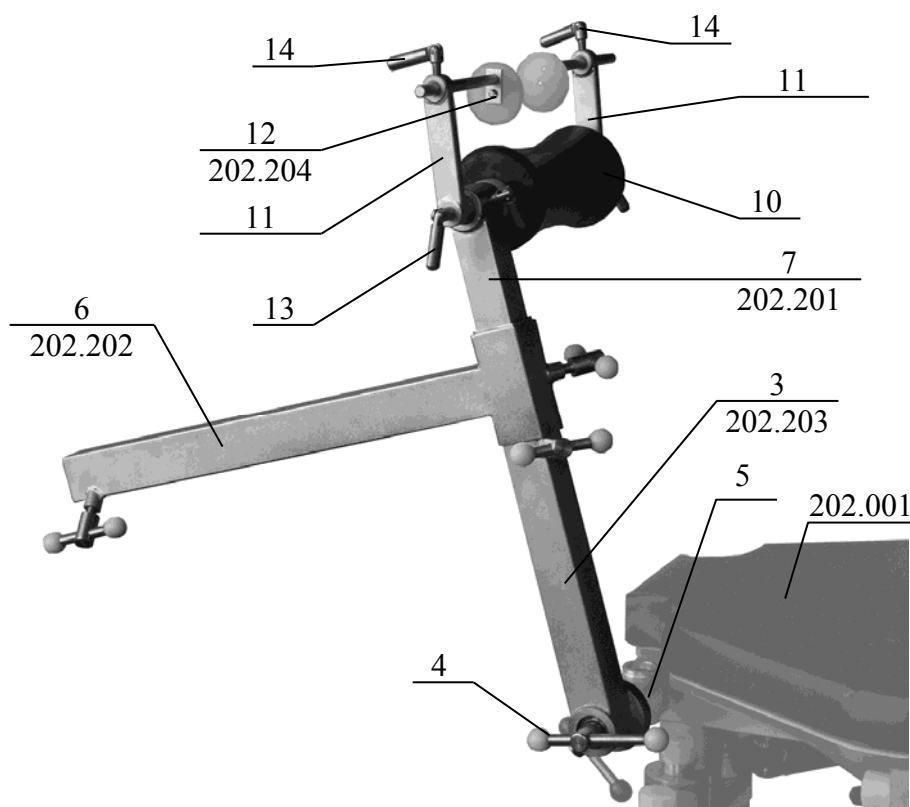

**Рисунок 2. Универсальная поворотная подставка подколенной опоры с шарнирной фиксацией сустава.**
6.2 Основой универсальной поворотной подставки с подколенной опорой (Рисунок 2) является несущая профильная стойка 3 со встроенной зубчатой муфтой 4, обеспечивающей фиксированный наклон стойки относительно установочного выступа 5.